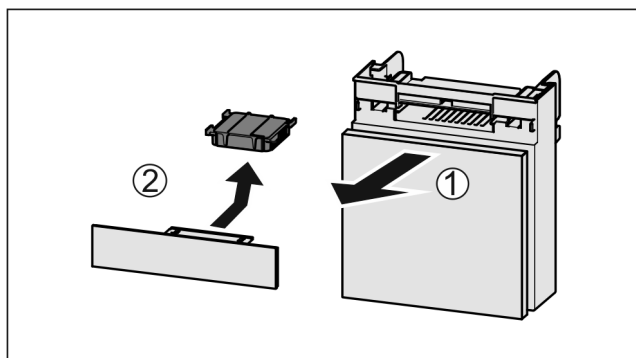

Fig. 101
- ▶ Wyciągnąć Fig. 101 (1) komorę do przodu.
- ▶ Wyjąć Fig. 101 (2) filtr z węglem aktywowanym.